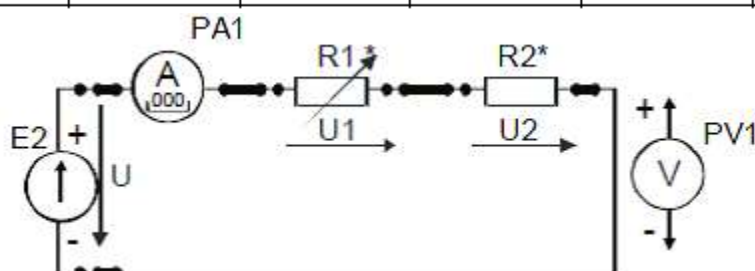

Рисунок 8
2. Собрать линейную электрическую цепь постоянного тока с последовательным соединением элементов (рис. 8), выбрав элементы цепи и величину напряжения питания в соответствии с заданным вариантом (табл. 8). Представить схему для проверки преподавателю.